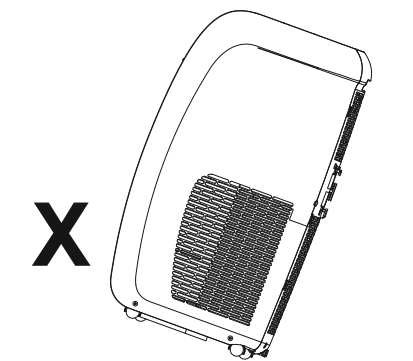

FIG. 1
- ONLY USE IN THE UPRIGHT POSITION ON A FLAT LEVEL SURFACE AND AT LEAST 50cm FROM ANY OBJECTS (Fig 1).